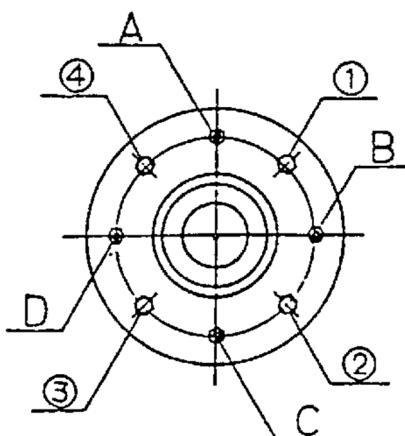

図 9-5
### 9.3.5 ドラムの芯出し調整 (図 9-5)
- 主軸ベアリングケースを止めているボルト及びナット 4箇所(A~D)と、調整ボルト及びナット 4箇所(①~④)で調整します。(図 9-5)
- 例えば、ドラムの口金を機械正面より見て右に寄せたい場合、③,④と A,C,D のナットを少し緩め、③,④のボルトをドラムの口金を見ながら締め込みます。
- 調整が終わったら、③,④と A,C,D のナットを締め込みます。